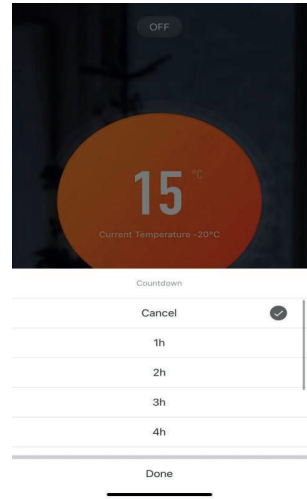

imagen 8
3. Pulse el temporizador, puede elegir entre 1~8 horas, como se muestra en la imagen 8.